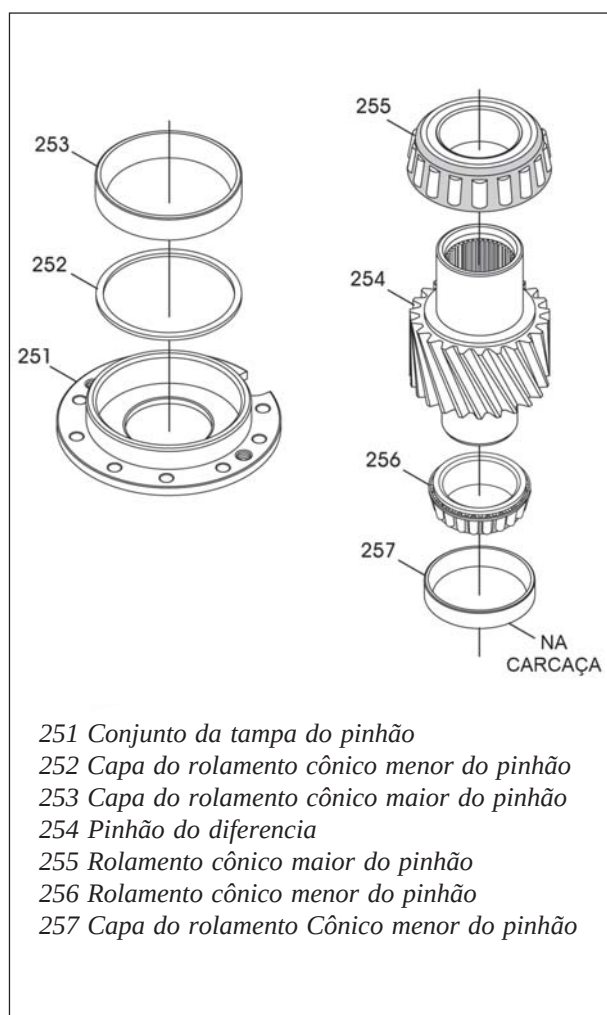

Figura 91
1. Instale rolamentos cônicos novos (grande e pequeno) do pinhão, conforme figura 91, utilizando ferramentas apropriadas e uma prensa de bancada.
2. Instale a capa cônica nova maior do rolamento na tampa do pinhão junto com seu calço seletivo, conforme mostra a figura 91, utilizando adaptadores próprios e uma prensa de bancada.